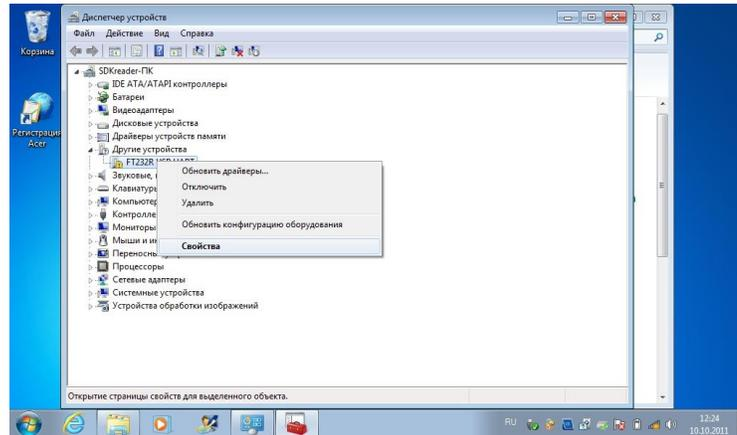

Рис.3
7. Кликаем на данном устройстве правой клавишей мыши и выбираем пункт «Свойства» рис.3.